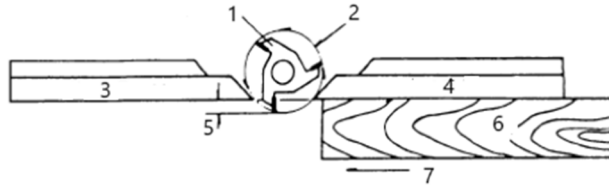

Figura 1
1. Pentru majoritatea lucrărilor, unde o porțiune a marginii lucrării nu este atinsă de tăietor, atât gardurile din față, cât și din spate sunt în linie dreaptă, așa cum se arată în figura 1.